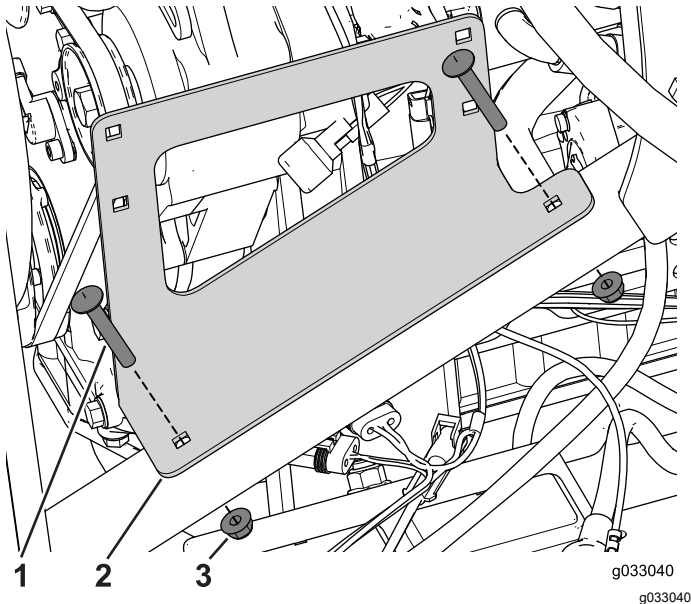

図 15
1. ボルト $\frac{3}{8}$ x 2" 2本とフランジナットを使って、ウォッシャー液タンクをフレーム右側に取り付ける 図 15。